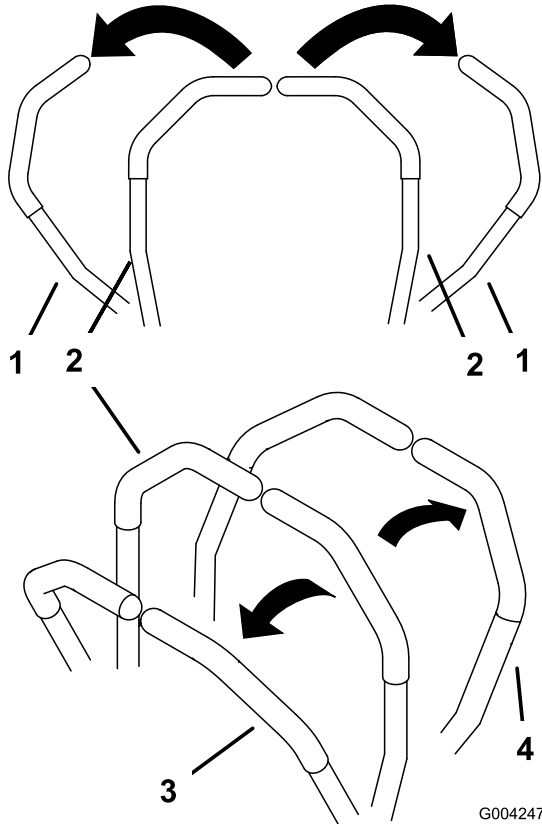

Figura 14
1. Mueva las palancas de control de movimiento hacia fuera (Figura 14) a la posición de bloqueo/punto muerto.
3. Para ir hacia adelante, empuje lentamente las palancas de control de movimiento hacia adelante (Figura 14).
Para ir recto, aplique la misma presión a ambas palancas de control de movimiento (Figura 14).
Para girar, mueva la palanca de control de movimiento hacia punto muerto en el sentido en el que desea girar (Figura 14).
2. Para ir hacia atrás, tire lentamente de las palancas de control de movimiento hacia atrás (Figura 14).
Para girar, deje de empujar la palanca de control de movimiento del lado al que desea girar (Figura 14).